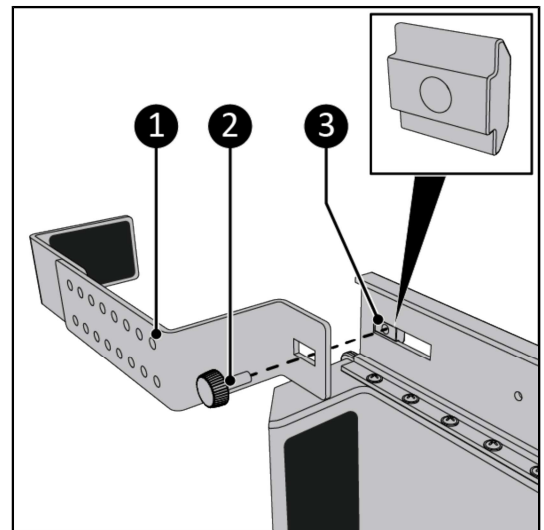

Abbildung 114.
7. Schrauben Sie die Halterung (Abbildung 114, Pos. 3) mit der Knopfschraube (Abbildung 114, Pos. 2) an der Hauptschiene in der vorderen Position fest.. Stellen Sie sicher, dass Sie die Knopfschraube mit der Gleitmutter verbinden (Abbildung 114, Pos. 1).